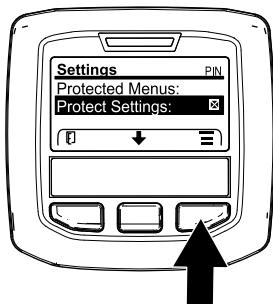

Рисунок 27
1. В MAIN MENU (Главном меню) с помощью средней кнопки прокрутите меню вниз к пункту SETTINGS MENU (Настройки), и нажмите правую кнопку (Рисунок 27).